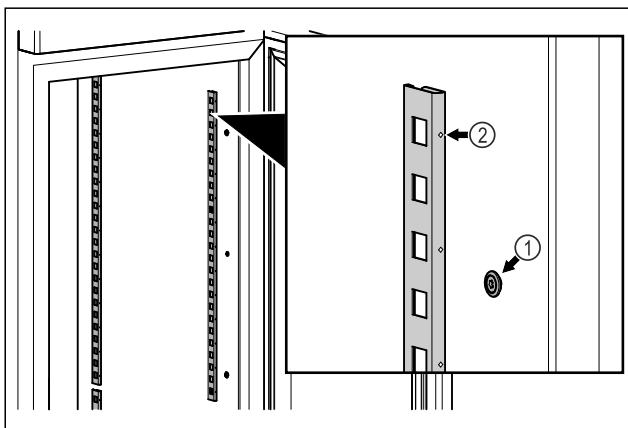

Fig. 56 Przykładowa prezentacja
- ▶ Zaczepić listwę zaczepową w mocowaniu Fig. 56 (1). Zaznaczenie Fig. 56 (2) musi być skierowane do przodu.